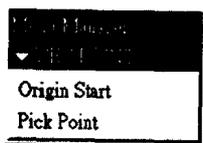

图 1-6
5. 当轮廓线无法与截面的绘图面相交时, 则必须另外定义基准点 (Datum Point) 作为起始点。Pro/ENGINEER 会自动判断轨迹线起点的绘图面是否与所有轮廓线相交, 若没有, 将会出现如图 1-6 所示的选项。